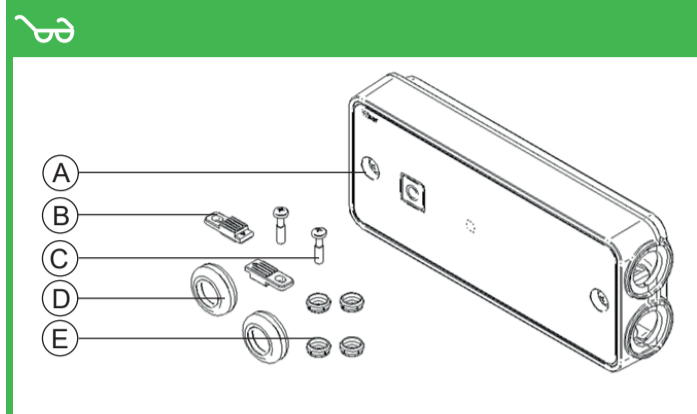

Fig. 2 - Préparation de la surface de montage
2. Préparer la surface de montage comme indiqué sur le schéma. REMARQUE : Il est possible de retirer des pattes pour avoir 4x trous de montage supplémentaires et 2x trous plus grands pour l'entrée de câble du capot arrière.- Fig. 2